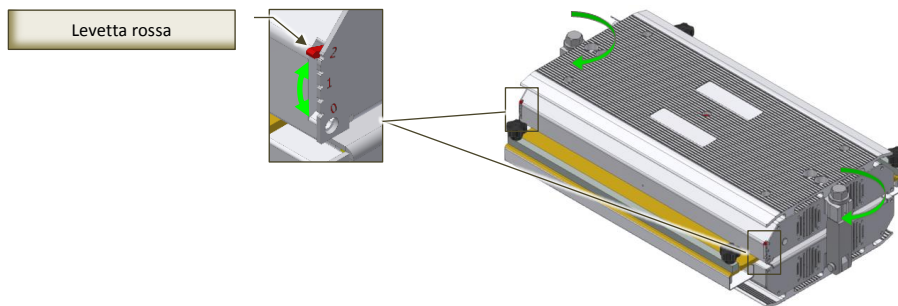

Fig. 8-7 - Applicazione della pressione necessaria sul prodotto da riparare
5. Serrare alternativamente i dadi di bloccaggio (Fig. 8-7) utilizzando la chiave a cricchetto in dotazione, fino a raggiungere la pressione necessaria alla riparazione del prodotto. La pressione applicata sul prodotto è indicata dalla posizione delle levette rosse. Per conoscere la pressione ottimale per la riparazione del prodotto, fare riferimento alla scheda tecnica del prodotto stesso.